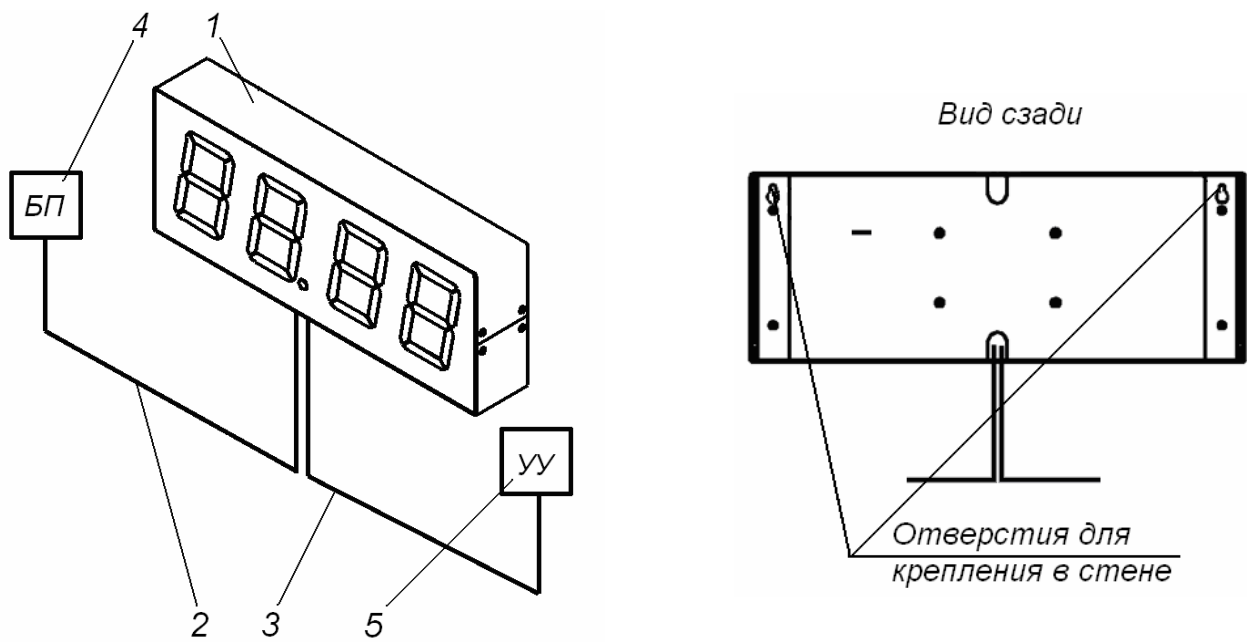
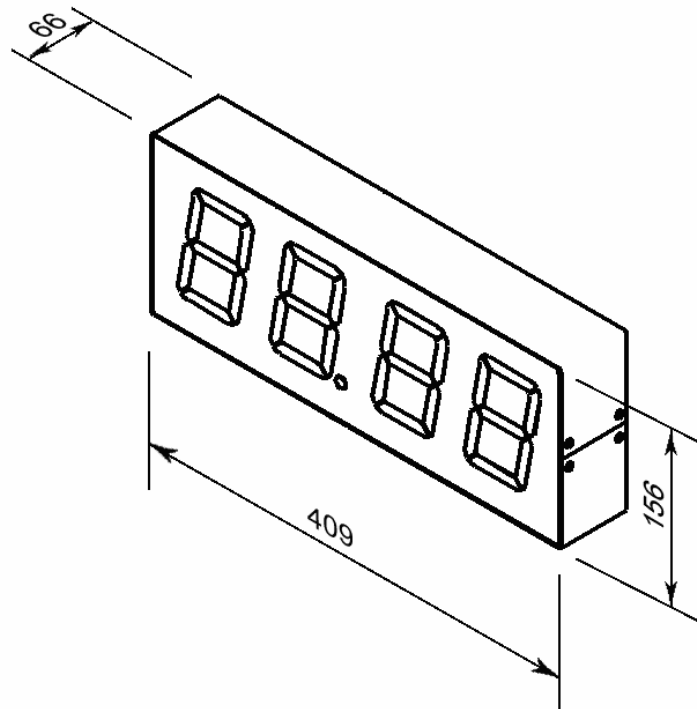

Рисунок 1 Устройство ТСВ:
Рисунок 2 Габаритные размеры ТСВ
5.2.1 Устройство ТСВ показано на рис. 1. Номера позиций в тексте *Руководства* указаны в соответствии с рис. 1. Габаритные размеры ТСВ показаны на рис. 2. ТСВ состоит из металлического корпуса со встроенными контроллером и четырьмя индикаторами. Изделие имеет два соединительных кабеля – кабель питания (более толстый) и кабель подключения к интерфейсу RS-485.